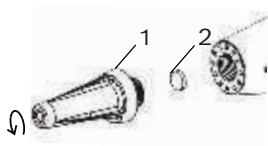

Abb. 12: Sensorteile
- ! Um eine optimale Sensorleistung und lange Lebensdauer sicherzustellen, ist der Sensorfilter auszuwechseln, wenn er sichtbar verschmutzt ist oder wenn der Meldebildschirm in Abb. 12 erscheint. Das CS LD 1.0 überwacht die Anzahl der Betriebsstunden und informiert den Benutzer, wenn es Zeit für einen Filterwechsel ist.
- i Die in Abb. 12 dargestellte Warnmeldung wird bei eingeschalteter Stromversorgung angezeigt, wenn der interne Timer des CS LD 1.0 eine Gesamteinsatzdauer von ca. 30 Stunden registriert.
Wenn die Meldung 'Sensorfilter kontrollieren' (Abb. 12) angezeigt wird, wird der Benutzer angewiesen, dieses Handbuch im Hinblick auf die folgenden Anweisungen zu Rate zu ziehen.